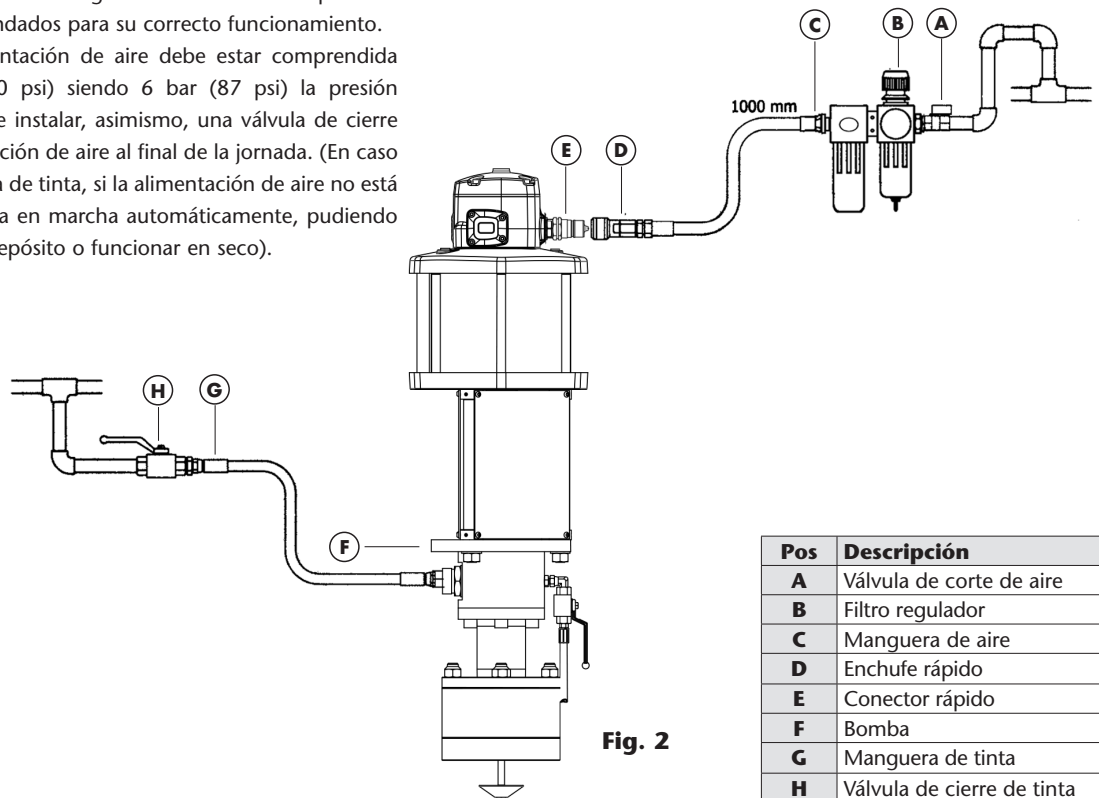

Fig. 2
1. Abra la válvula de purgado de la bomba (84), para eliminar el aire que se encuentre dentro de ella (fig. 2).
3. Cierre la válvula de purga (84), en el momento que no salga aire atrapado con fluido a través de esta.